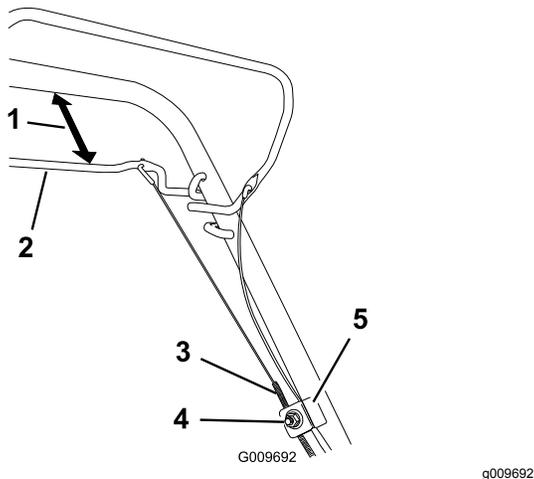

Рисунок 33
1. Ослабьте гайку держателя троса (Рисунок 33).
2. Удерживайте зазор величиной от 25 до 38 мм между штангой управления самоходным приводом и рукояткой (Рисунок 33).
3. Потяните трос (по направлению к машине), пока он не ослабнет (Рисунок 33).